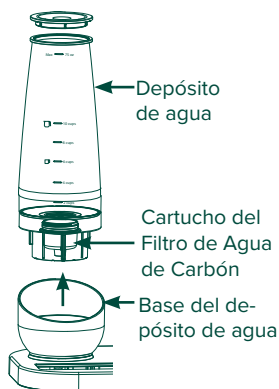

Figura: 1
- 2 Retire el depósito de agua de la base. Consulte la Figura: 1.